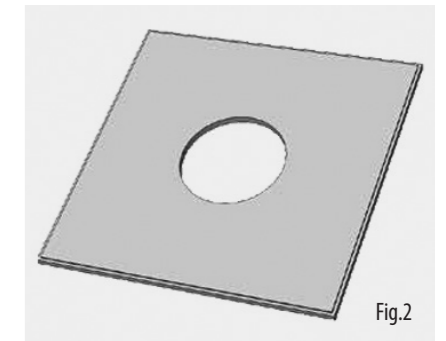
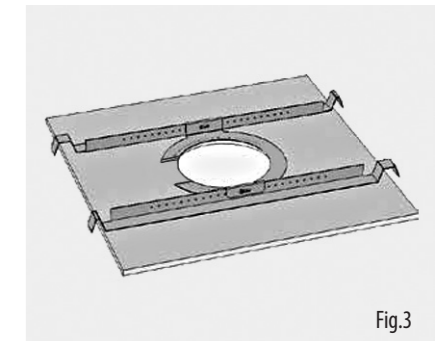

Fig.2
Fig.3
2. Klipp ut hålet i takplattan med en cirkelsåg eller dynsåg (bild 2). Placera C-ringen och kakelbryggan ovanpå takpanelen, rikta C-ringen över hålet och skruva C-ringen på kakelbryggan med hjälp av de medföljande fästena. (Bild 3)
2. Klipp ut hålet i taket med en dynsåg och skjut sedan C-ringen i taket och rikta in den över utskärningshålet. (Bild 2)
Om du använder en kraftdrivare rekommenderar Tannoy en vridmomentinställning på 1,5 Nm. (Bild 3)
3. Klipp ut hålet i taket med en dynsåg. (Bild 2)
2. Högtalarna levereras med en standardhögtalarkabelklämma (bild 1) och en valfri förskruvning för EN5424-applikationer (bild 2). (Observera att EN5424 inte täcker subwoofrarna CVS 801S och CVS801SLZ.)
3. Mata kabeln igenom och fäst den på kontakten av Euro-typ (bild 3)."
4. För anslutning till en förstärkare, använd stift 1 och 2 (bild 3, 4, 5):